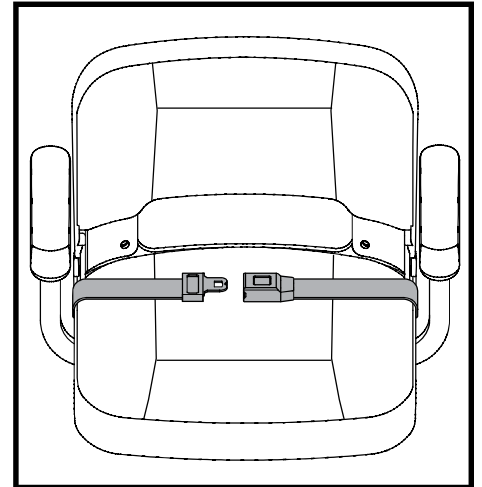

Abb. 30. Rückhalteturke
Ihr Elektromobil ist mit einem KFZ-typischen Rückhalteturk ausgestattet, der dem Benutzer angepaßt werden kann. **Siehe Abb. 30.** Der Rückhalteturk wurde konzipiert, um ein Auf- oder Abwärtsrutschen des Fahrers zu verhindern. Der Rückhalteturk ist nicht als Rückhaltesystem entwickelt worden.
1. Schloßzunge in das Schloßteil stecken, bis der Schnellverschluß hörbar einrastet. **Siehe Abb. 30.**